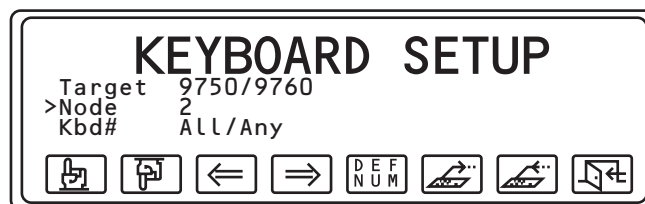

Figura 34. Selezione dei nodi
3. Immettere un numero di nodo compreso tra 1 e 24, se necessario. La Figura 34 riporta il nodo 2.